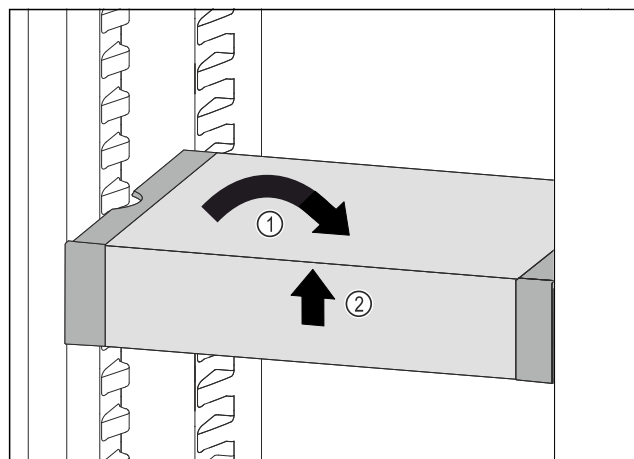

Fig. 55
- VarioSafe ustawić prosto. Fig. 55 (1)
- VarioSafe unieść z przodu. Fig. 55 (2)